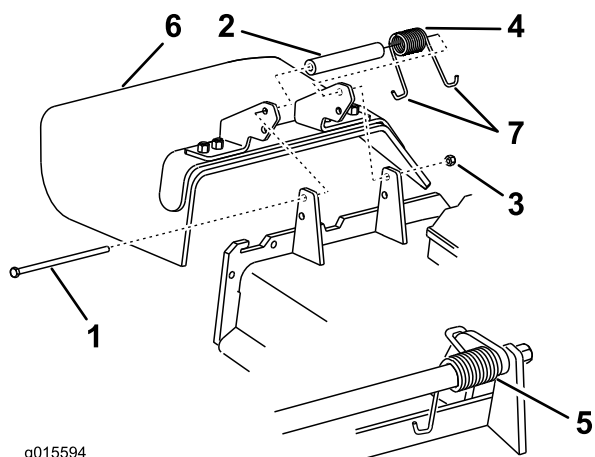

Figura 106
1. Retire la contratuerca, el perno, el muelle y el espaciador que sujetan el deflector a los soportes de pivote (Figura 106).
Nota: Asegúrese de colocar un extremo en **J** del muelle detrás del reborde de la carcasa antes de instalar el perno, según se muestra en Figura 106.
4. Instale el perno y la tuerca. Coloque un extremo en **J** del muelle alrededor del deflector de hierba (Figura 106).